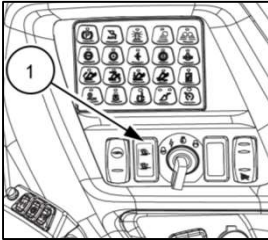

Fig. 1
1. Évaluer la consistance du matériau à manipuler et les conditions de sol afin de régler correctement la traction (traction à la jante) à l'aide de l'interrupteur dédié situé près de la clé d'allumage (fig. 1, réf. 1). En actionnant cet interrupteur à culbuteur momentané, la capacité de traction peut être augmentée en appuyant sur la section supérieure n fois, par pas successifs de +10 %, ou en appuyant sur la section inférieure, la diminuant de -10 % à chaque pression.